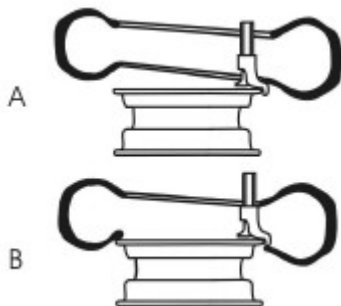

Рис. 22
- Отрегулируйте относительное положение между шиной монтажной головкой, чтобы борт шины был напротив монтажной головки. За монтажной головкой борт покрышки должен располагаться на монтажной головке (рис. 22-А). Перед монтажной головкой борт покрышки должен располагаться на набалдашнике монтажной головки (рис. 22-В).